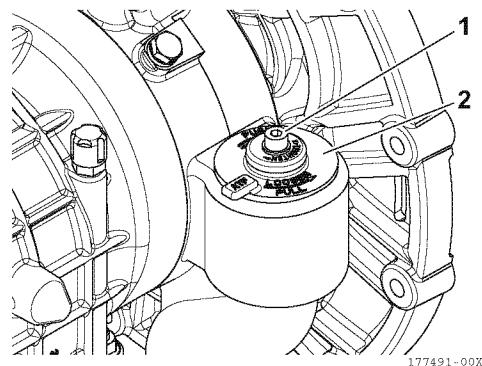

Figura 11
1. Utilizzando una chiave a brugola da 6 mm, allentare le viti di assemblaggio (1, **Figura 11**) del gruppo coperchio della cartuccia del filtro (2, **Figura 11**).